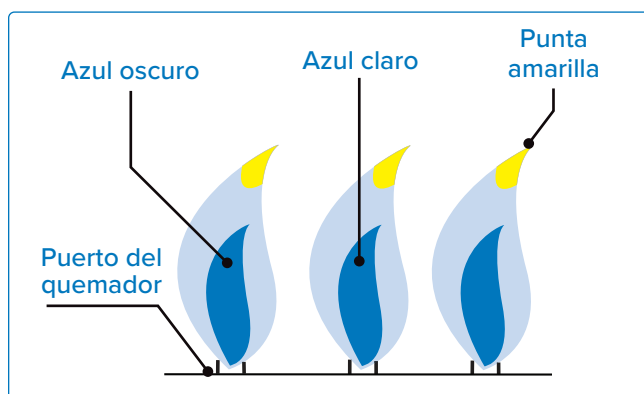

Fig. 27
- Un suministro de aire insuficiente provocará llamas amarillas, con hollín y perezosas (**Fig. 27**).